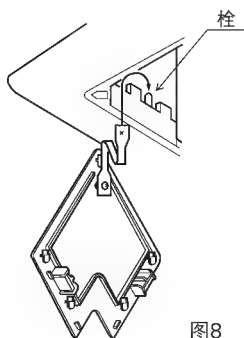

图8
(2) 对于机型KMR(d)-56Q,71Q,80Q,90Q,112Q,140Q还需把角盖安装到角上
- ① 如图8所示，把角盖的绳拴到装饰面板的栓上。